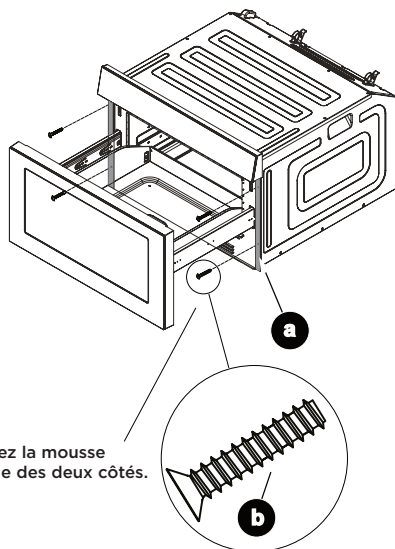

Figure 4
- 3 Faites glisser le four à micro-ondes à tiroir jusqu'à ce que la bride de fixation (Figure 4 a) affleure la face avant du meuble.
- 4 Ouvrez le four à micro-ondes à tiroir. En vous aidant des 4 trous du four à micro-ondes à tiroir, percez le meuble à l'aide d'un foret de 1/16". Voir la Figure 4.
- 5 Fixez le tiroir avec (4) vis à tête fraisée Philip M4*16-F à empreinte cruciforme. Voir la Figure 4 b.